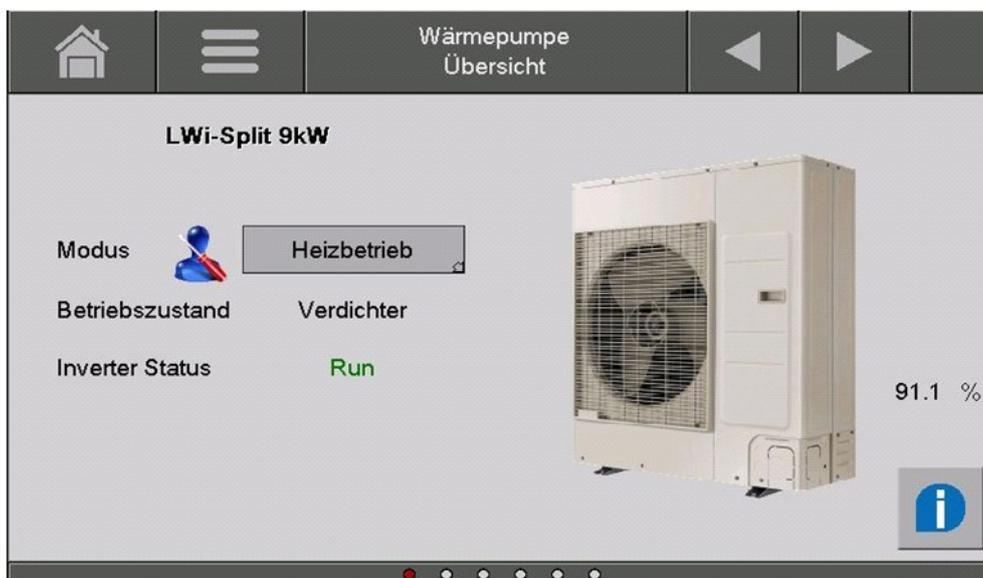

Bild 8.10: Wärmepumpe im Modus "Heizbetrieb"
- (1) Wärmepumpe muss an die Stromversorgung (3~400V) angeschlossen sein!
- (2) Es dürfen keine aktuellen Störungen am Touch-Display anliegen!
- (3) Die Wärmequellen-, Kältekreistemperaturen und –drücke müssen innerhalb der Grenzwerte liegen!
- (4) Die Wärmepumpe darf durch das Energieversorgungsunternehmen (EVU) nicht gesperrt sein!
- (5) Am Touch-Display muss der Heiz- oder Kühlbetrieb aktiviert sein! (siehe Bild 8.10)
- (6) Eine Temperaturanforderung muss gegeben sein!